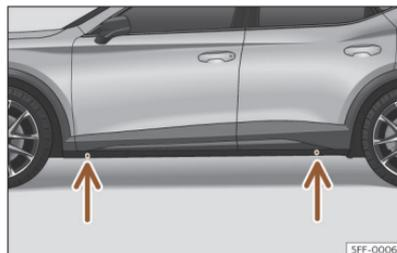

Abb. 227 Aufnahmepunkte für den Wagenheber.
- Suchen Sie am Längsträger die Markierung des Wagenheberaufnahmepunktes (Eindrückung), die dem zu wechselnden Rad am nächsten liegt >>> (Abb. 227).